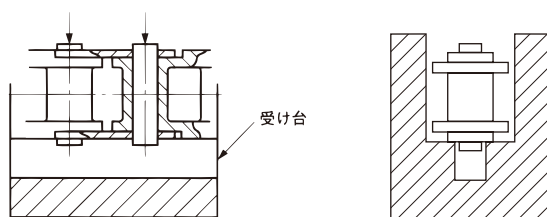

図15.プラコンビを受け台にセットした断面
- ②二次パンチ(「ドライブチェーン&スプロケット」カタログアクセサリの項参照)とハンマを用いて、リンクから一对のピンを抜きます。ピンを抜いた部分のプッシュが内プレートから抜けていないか、変形がないかチェックしてください。もし、抜けたり変形したときは、その部分は使わないでください。
- ①チェーンの外プレートを受け台で受け、ピンの頭を専用パンチ(写真参照)で押えて、ハンマでパンチの頭を軽くたたきます(図15)。
- ②このときエンブラ部分に大きな力をかけると、破損する恐れがありますので、ご注意ください。